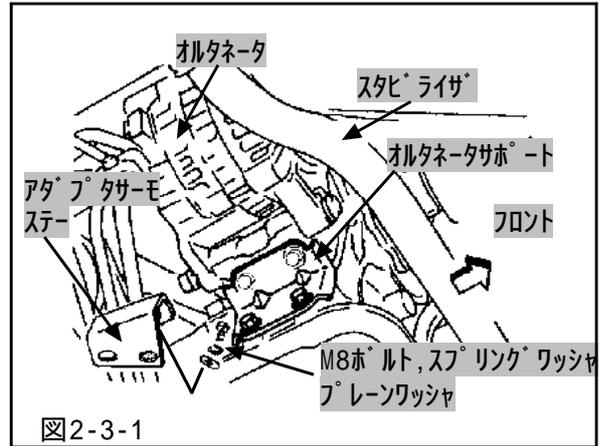

図2-3-1
(1) アダプタサーモステーをオルタネータと共締めしてください。(図2-3-1)